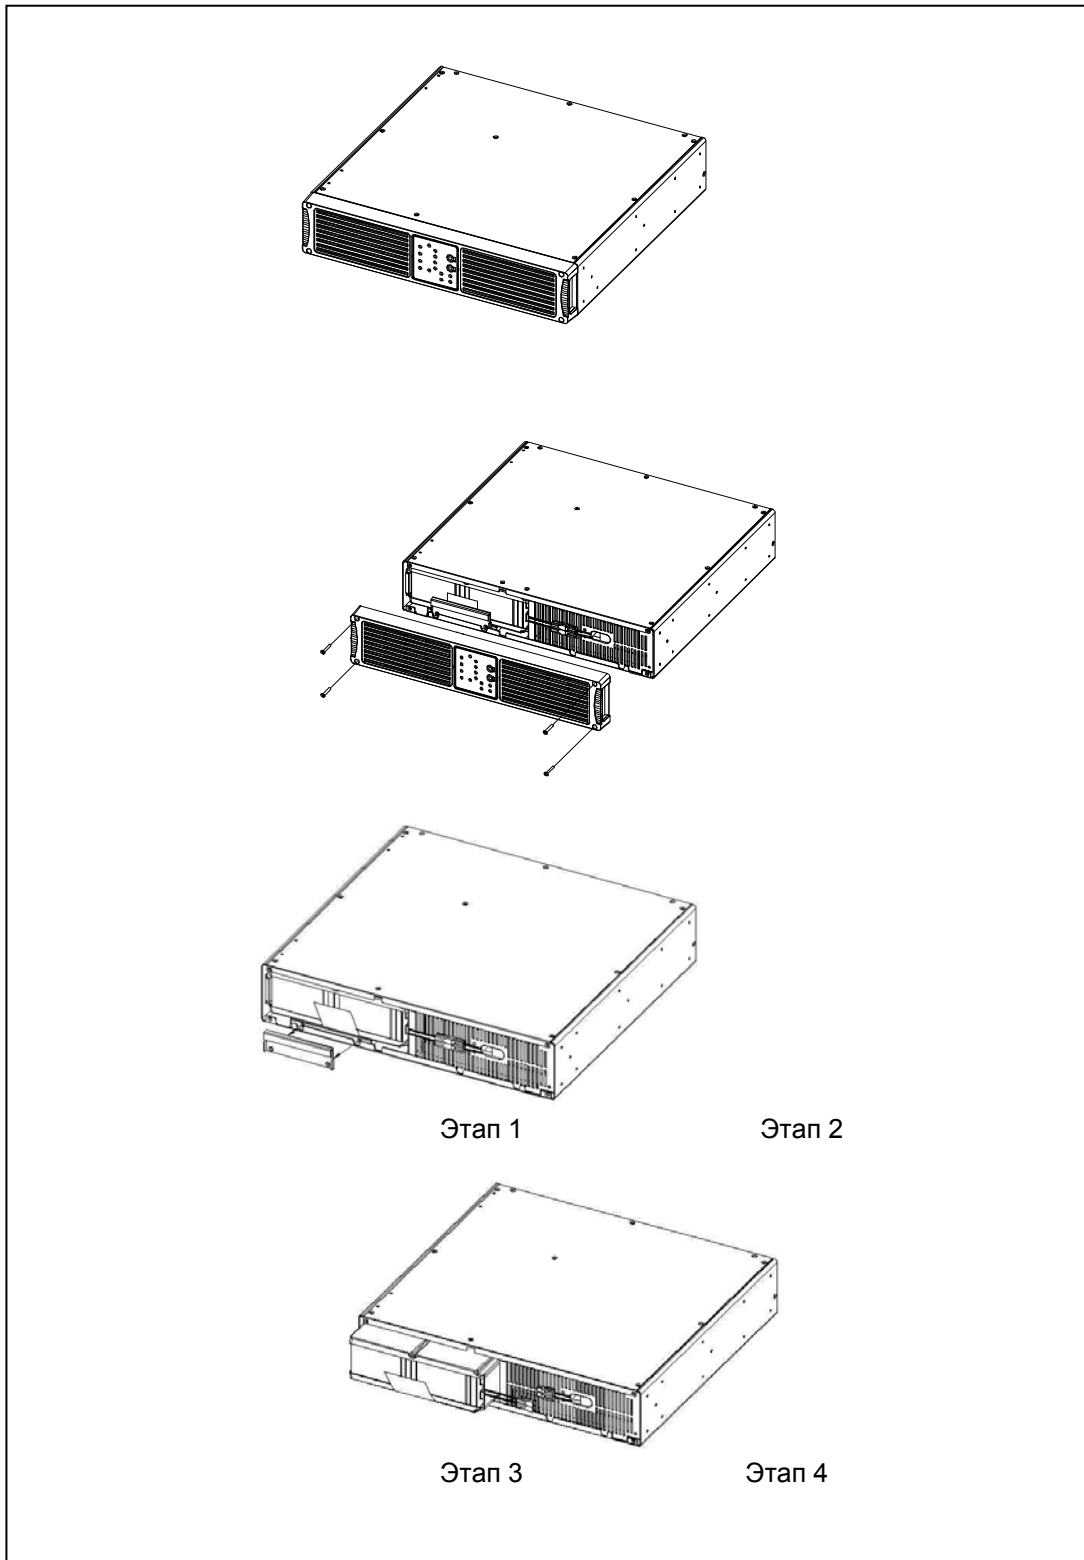

Рис. 5-1. Замена батареи
5.1 Замена батареи (см. рис. 5-1)
- ① Снимите лицевую панель.
- ② Выкрутите 4 винта из крышки батарейного отсека.
- ③ Отключите контакты батареи..
- ④ Выкрутите 2 болта.
- ⑤ Извлеките батарею и замените ее на новую.
- ⑥ Повторите действия в обратном порядке для сборки ИБП.